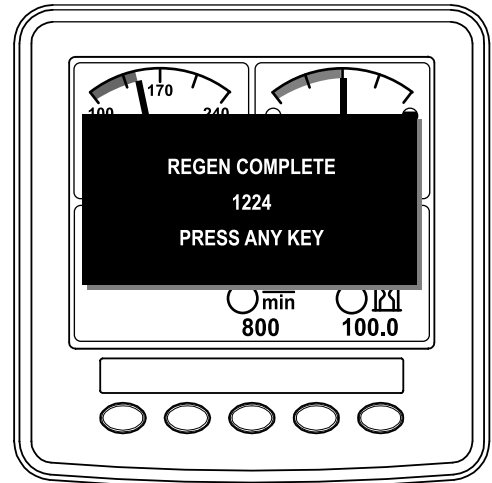

Figura 60
11. Cuando el ordenador del motor finaliza una regeneración con la máquina aparcada o una regeneración de recuperación, el InfoCenter muestra ADVISORY #1224 (Aviso n.º 183) (Figura 60). Pulse cualquier botón para salir de la pantalla de inicio.